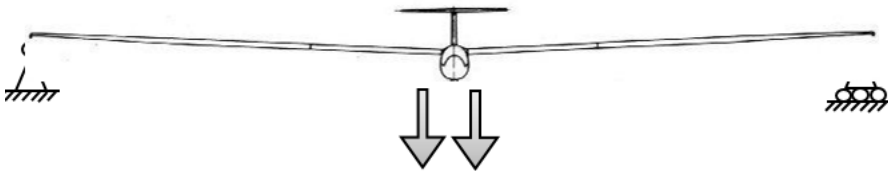

Figura 1 Esquema del ensayo de carga
La prueba estructural se realizará mediante un ensayo de flexión con apoyos situados en las puntas de las alas (5 cm en cada punta) y cargando desde el centro de gravedad de la pieza de acoplamiento como se muestra en la Figura 1. Durante un ensayo estándar no se permitirá tocar el avión. No obstante, se considerará una excepción a esta norma:
- El avión, una vez cargado, no adquiere un estado de equilibrio en la posición indicada por la Figura 1 (eje longitudinal paralelo con el suelo). Se permitirá, bajo supervisión de uno de los miembros de la organización, aplicar una fuerza constante, de dirección vertical y sentido del punto de aplicación hacia el suelo, aplicada en un punto del o cola del aeroplano, sobre el eje de simetría o longitudinal de este de forma que se mantenga paralelo al suelo durante la prueba.